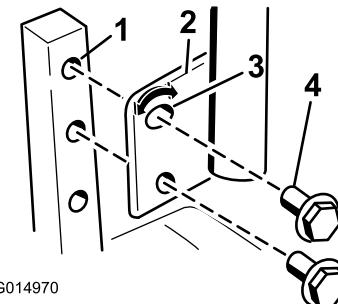

Figura 26
1. Remova 2 parafusos que prendem a alavanca de controlo ao veio do braço de controlo (Figura 26).
2. Mova a alavanca de controlo para o conjunto de furos seguinte. Prenda a alavanca com os 2 parafusos (Figura 26).
- Desaperte o parafuso inferior o suficiente para rodar a alavanca de controlo para a frente ou para trás (Figura 26). Aperte ambos os parafusos para fixar o controlo na nova posição.